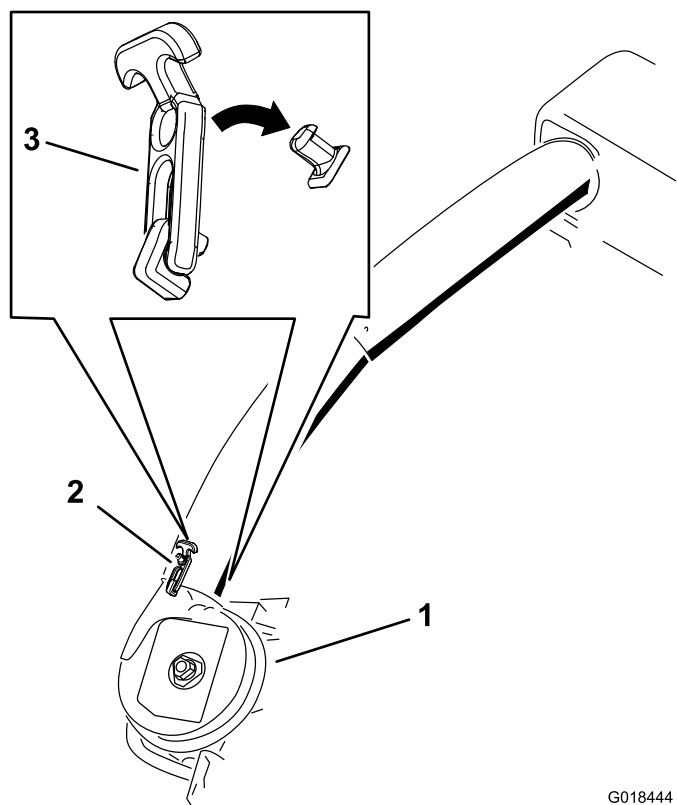

Figura 29
5. Utilizați ambele elemente de fixare pentru a atașa tubul inferior la ansamblul suflantei (Figura 29).
20. Utilizați ambele elemente de fixare pentru a ataa tubul inferior la ansamblul suflantei (Figura 29).